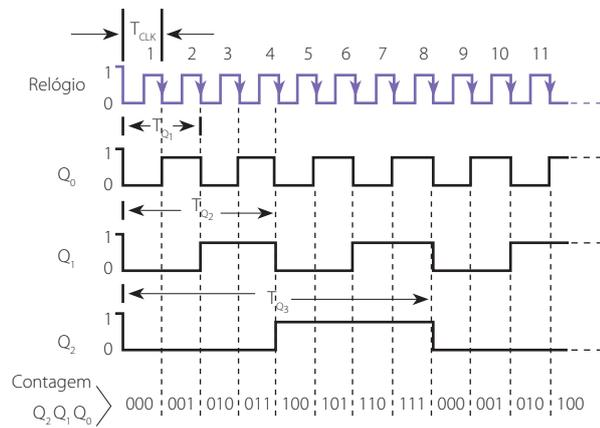

Figura 25. Formas de onda resultantes da divisão sucessiva da frequência.
2. Divisão de frequência: quando se aplica uma série de impulsos na entrada de um relógio de um flip-flop J-K, ligado em modo alternativo, com as entradas a operar a um nível alto ($J = K = 1$), a saída Q apresenta um sinal quadrático cuja frequência é metade da frequência do sinal de entrada do relógio. Caso sejam ligados n flip-flops deste mesmo modo (saída de um flip-flop à entrada de relógio do seguinte) podemos obter divisões sucessivas da frequência do relógio ($f = f_{CLK}/2^n$), como visualizamos na Figura 25.